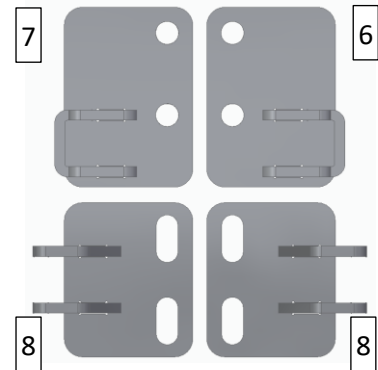

Abbildung 1
Zuerst werden die Halterungen (6+7+8 – Abb. 1) mit Hilfe der Linsenkopfschrauben M8x25 mm (12) und den Sondermuttern M8 an den Scharnieren der Hecktür befestigt. Zur Sicherung aller Schrauben muss Schraubensicherungslack auf den Gewinden angebracht werden!